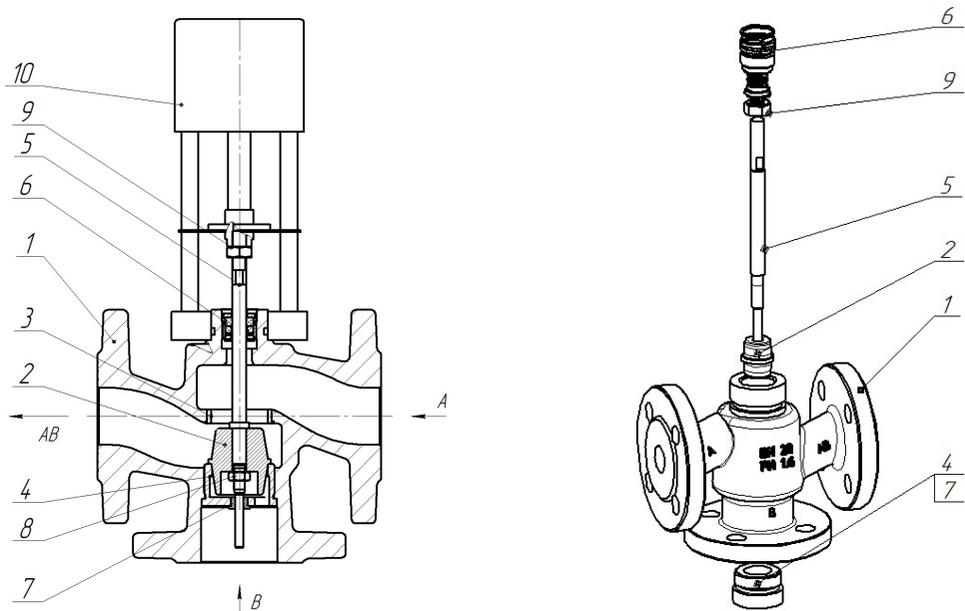
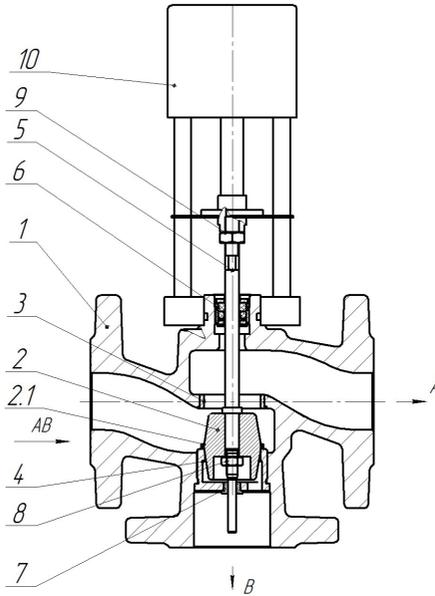

Рисунок 2. Смесительный клапан DN 15 – 150. Исполнение А.
Рисунок 3. Схема распределения среды в режиме разделения.
3.1.1. В зависимости от направления подачи среды происходит разделение (рис. 3) или смешивание (рис.2) потоков.
3.1.2. Трехходовой клапан (рисунок 2, 3) состоит из следующих основных узлов и деталей: